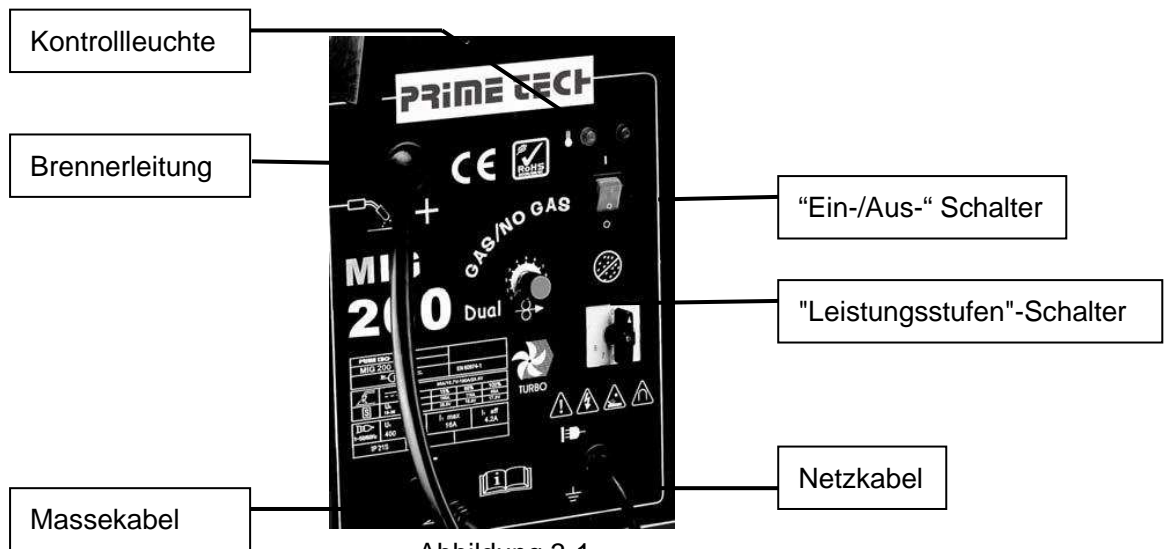

Abbildung 3-1
3.1 Die Teile der Steuerkonsole (Abbildung 3-1)